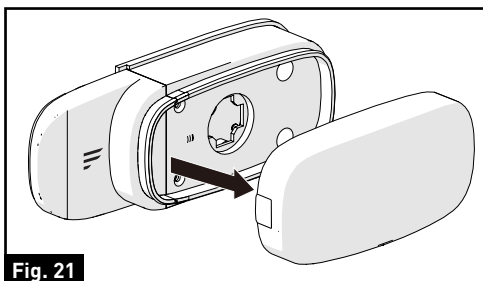

Fig. 21
2. Retire la tapa de la lente raspando la ranura en el costado del semáforo. (Fig. 21)